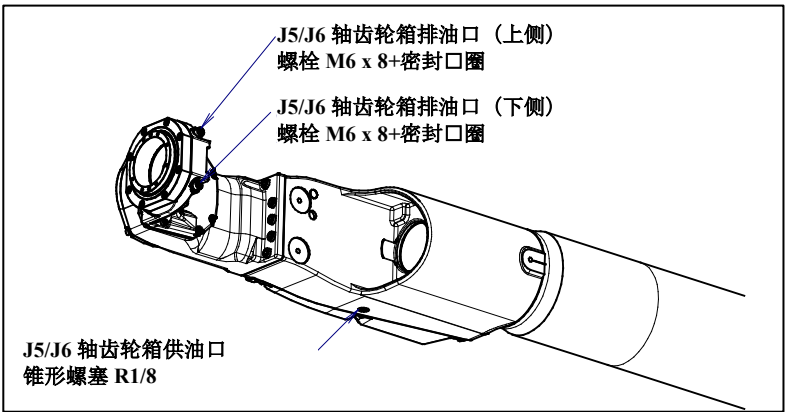

图 7.3.2.7 (a) 供油口和排油口
- 4 取下 2 个排油口的螺栓和密封垫圈。另外，取下供油口的锥形螺塞。（按照图 7.3.2.7 (a)）此时，为了防油的溢出到周围，最后取下供油口的螺栓。）